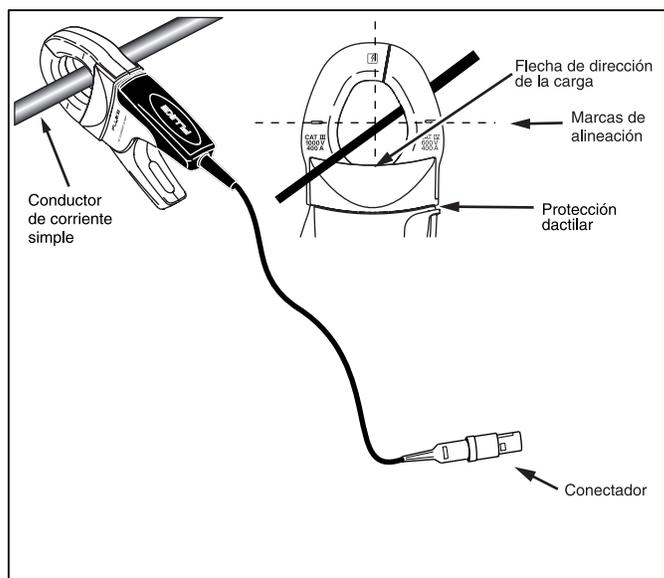

Figura 1. Configuración de 3140R
- No sostenga la pinza amperimétrica desde la parte posterior a la protección dactilar, consulte la figura 1.
Siga estas directrices al efectuar mediciones y remítase a la figura 1:
Para evitar descargas eléctricas o lesiones, mantenga los dedos detrás de la protección dactilar, consulte la figura 1.